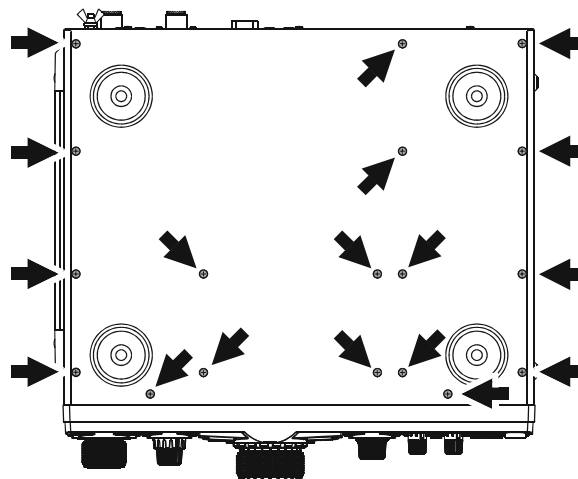

FIGURE 1
3. En se référant à la figure 1, enlever les 18 vis fixant le couvercle inférieur du transceiver, puis enlever ce couvercle inférieur.